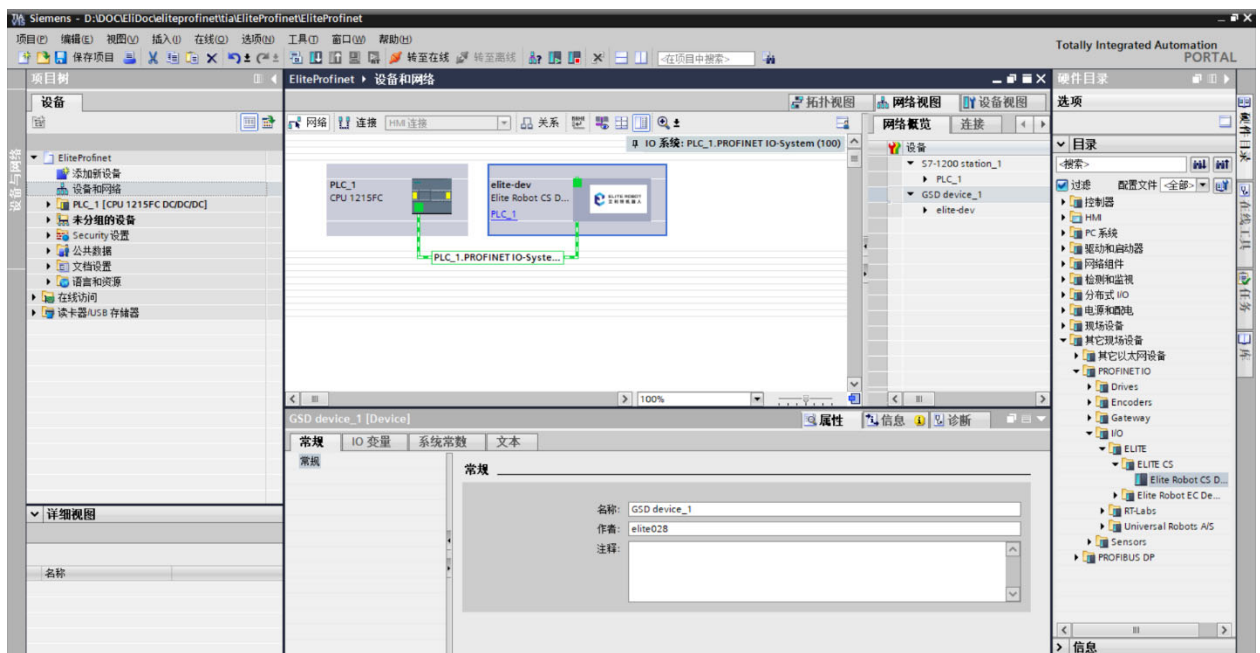

图 15-3 与 PLC 连接
2) 将“Elite CS Device”与 PLC 连接，如图 15-3 所示。